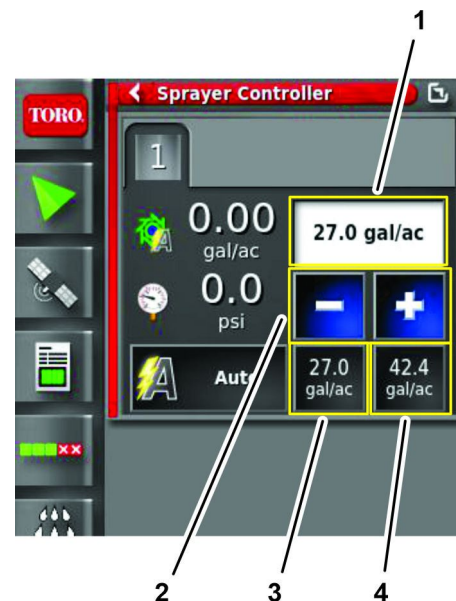

Figure 159
4. Si le débit sélectionné n'est pas le bon, modifiez-le progressivement avec les débits prédéfinis ou sélectionnez le débit actuel et entrez le débit d'application manuellement (Figure 159).